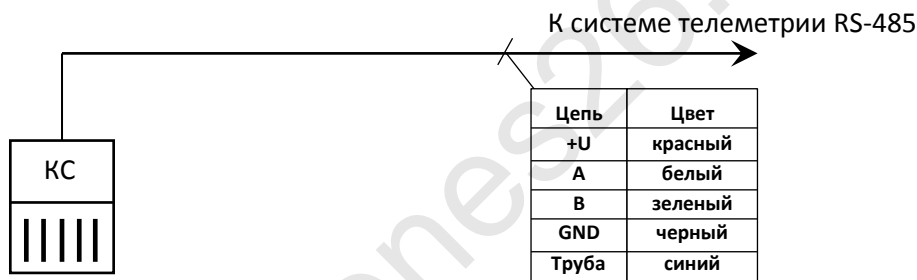

Рисунок 2
7.2.1 Схема подключения внешних цепей приведена на рис. 2.